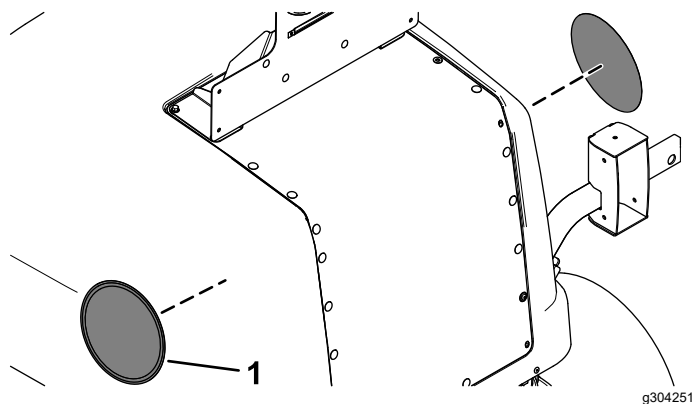

Figura 34
14. Aplique o autocolante de velocidade adequado em cada lado do capot (Figura 34).